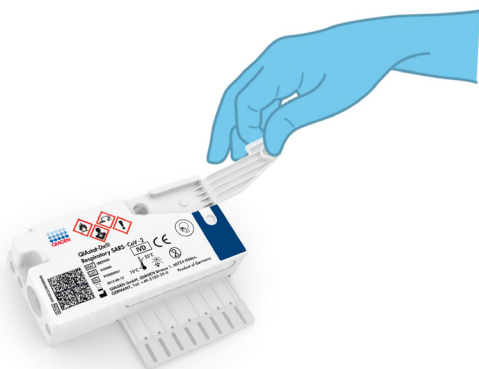

Figura 19. Apertura dello sportellino del campione della porta principale.
4. Aprire lo sportello della porta principale sulla parte anteriore della QIAstat-Dx Respiratory SARS-CoV-2 Panel Cartridge (Figura 19).